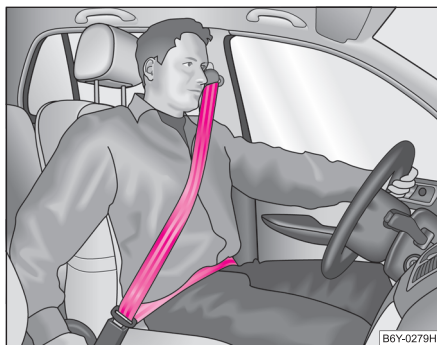

Fig. 121 Colocación de la banda del cinturón en la zona de los hombros y la pelvis
- La banda superior del cinturón no debe pasar nunca por el cuello, sino por la parte central del hombro y quedar bien ceñida al tronco. La cinta inferior del cinturón deberá discurrir sobre la pelvis, no sobre el abdomen, y ha de quedar bien ceñida ⇒ página 158, fig. 121. En caso necesario, ajustar la cinta del cinturón.